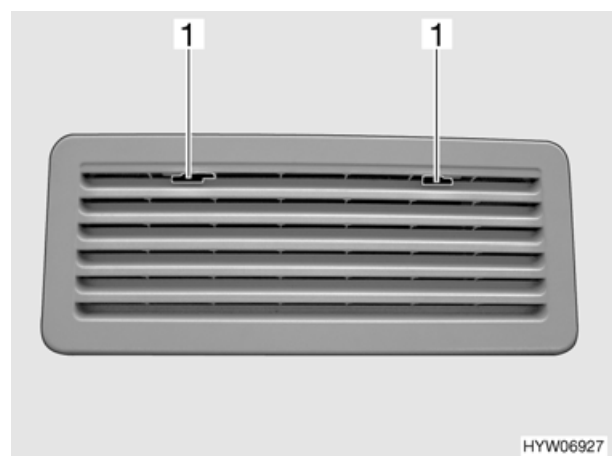

Bild 76 Kühlschrank-Lüftungsgitter (Variante 2)
- Arretierung (Bild 76,1) zur Mitte schieben.